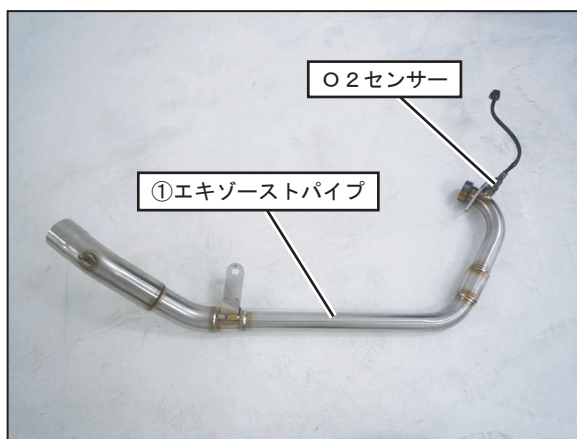

FIG. 3
次に、外したO2センサーを①エキゾーストパイプに規定トルクで締め付けて下さい。（FIG. 3 参照）